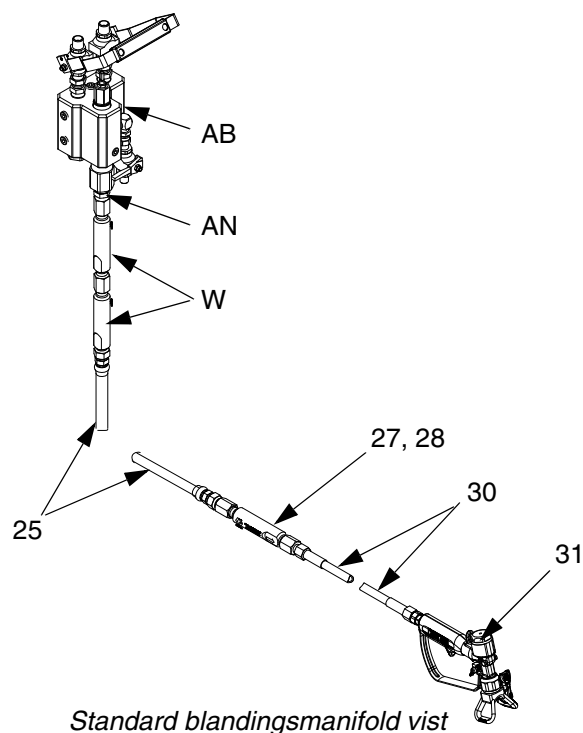

FIG. 9
1. Tilslut udtaget på de to primære, statiske blandingsrør til blandingselementerne (W), til væskeblandingsslangen (25), rengøringsomrøreren (27, 28), piskerslangen (30) og sprøjtepistolen (31). Se FIG. 9.
2. Tilføj slangen til blandet materiale efter behov mellem blandingsslangen (25) og rengøringsomrøreren (27, 28).